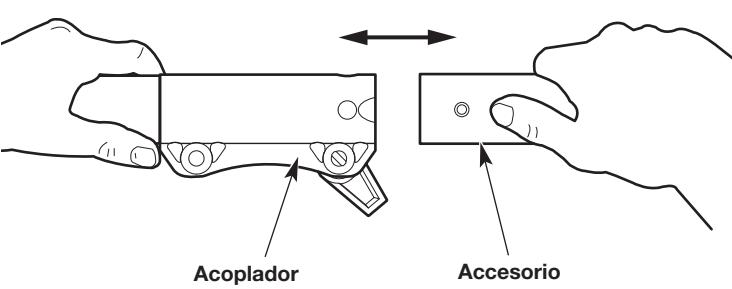

Fig. 4
5. Presione el accesorio directamente dentro del acoplador (Fig. 4) hasta que el botón de liberación encaje a presión firmemente del orificio principal (Fig. 5).
4. Tire del accesorio directamente hacia fuera del acoplador (Fig. 4).